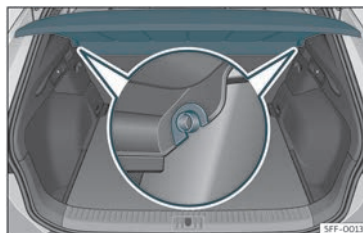

Fig. 106 Al maleter: desmuntar i muntar la safata.
- Desencaixeu la safata dels suports laterals >>> fig. 106 estirant-la cap amunt i extraieu la safata.
- Introduïu la safata horitzontalment fent coincidir la "ferradura" sobre l'eix dels suports >>> fig. 106 i premeu cap avall fins que encaixin.